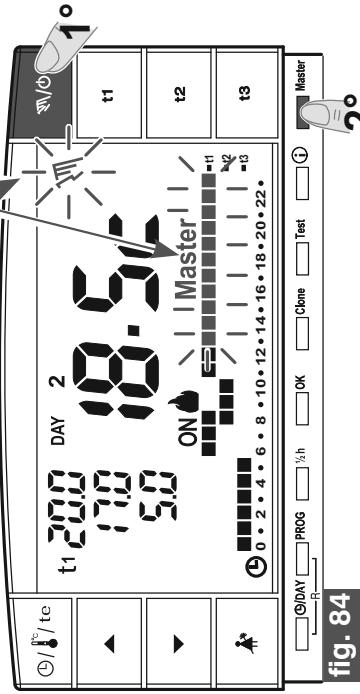

fig. 84
- Sul cronotermostato MASTER premere brevemente il tasto "Θ/Φ" per entrare in funzionamento manuale temporaneo; appare lampeggiante il simbolo "Θ" (vedere dettagli al paragrafo 7.1 punto A) (esempio in fig. 84).